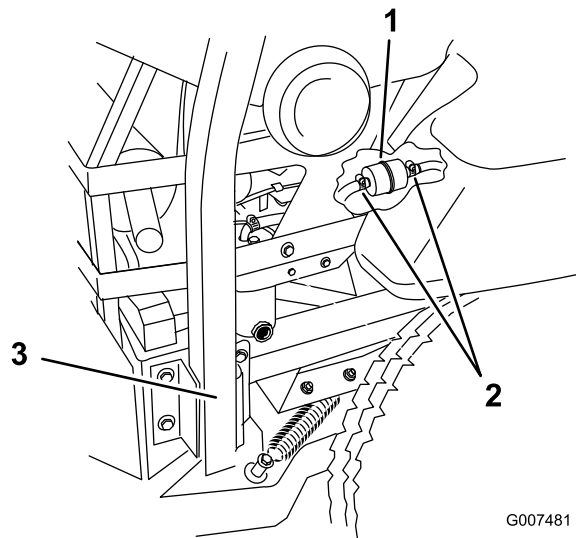

Figura 49
5. Afloje las dos abrazaderas y desconecte los tubos de combustible del filtro de combustible (Figura 49).